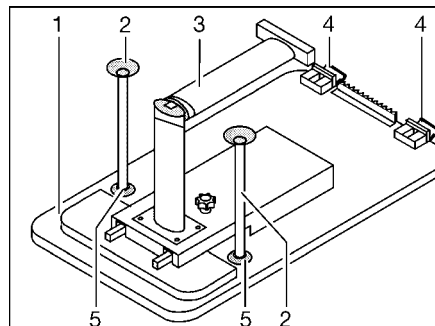

Bild 93 Sängbotten
- Lyft upp bordsskivan (Bild 93,1) något framtill.
- Lossa bordsbenet (Bild 93,3) vid ledgången och fäll in det.
- Sväng upp bordsskivan ca 45° och haka loss hållarna (Bild 93,4) ur den övre skenan.
- Sätt, beroende på modell, in de två extra stödbenen (Bild 93,2) i fästena (Bild 93,5) på bordsskivans undersida.